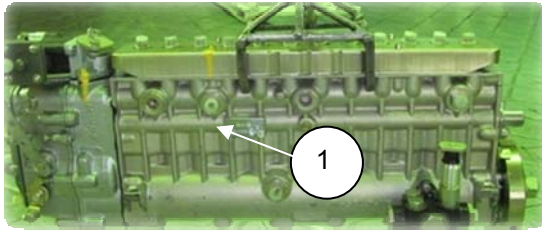
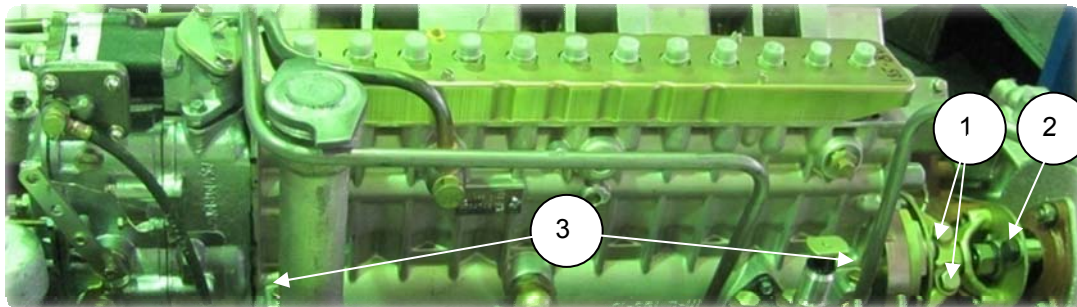

Рис. 2.42.1
Рис. 2.42.2
1. Отвернуть болты (1) (S=19) крепления ведущей полумуфты (2) (рис. 2.42.2);
2. Снять ТНВД (1) (185.1111005-90 для ЯМЗ-8502.10-08) (рис. 2.42.1), отвернув 4 болта М10 (3) (S=14) его крепления (рис. 2.42.2).